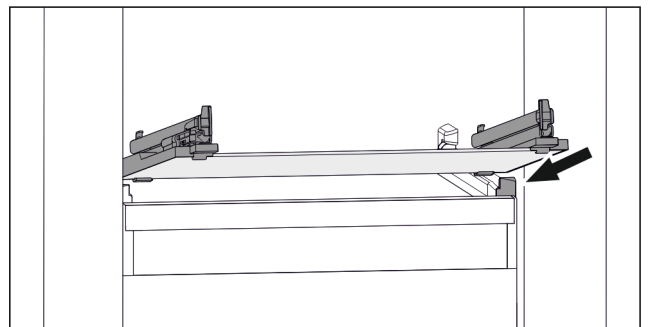

Fig. 94 Exemple de représentation de la tablette en verre
- ▶ Placer la tablette en verre, en l'inclinant, derrière les butées. (voir Fig. 94)